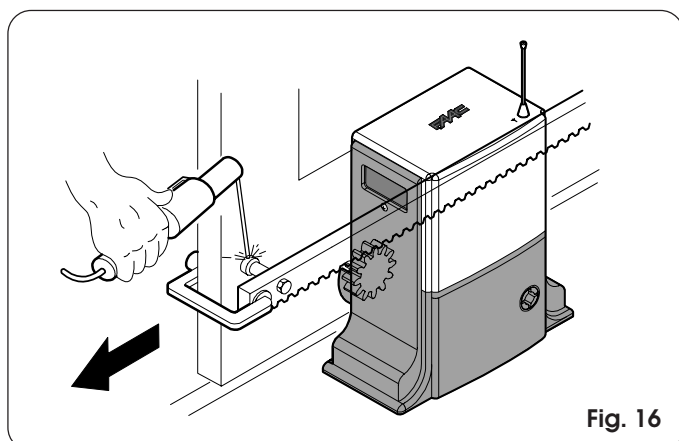

Fig. 16
- 3) Poser horizontalement sur le pignon la première pièce de la crémaillère et souder le cliquet taraudé sur le portail, d'après la Fig. 16.